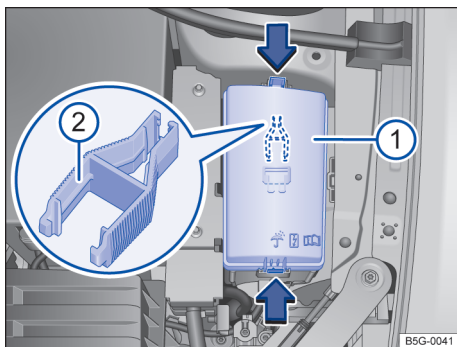

Fig. 147 No compartimento do motor: cobertura **①** da caixa de fusíveis com pinça de plástico **②**.
- Pressionar os botões de travamento no sentido da seta para destravar a cobertura da caixa de fusíveis → Fig. 147 **①**.
No lado interno da cobertura da caixa de fusíveis, no compartimento do motor, pode haver uma pinça de plástico para a retirada de fusíveis → Fig. 147 **②**.